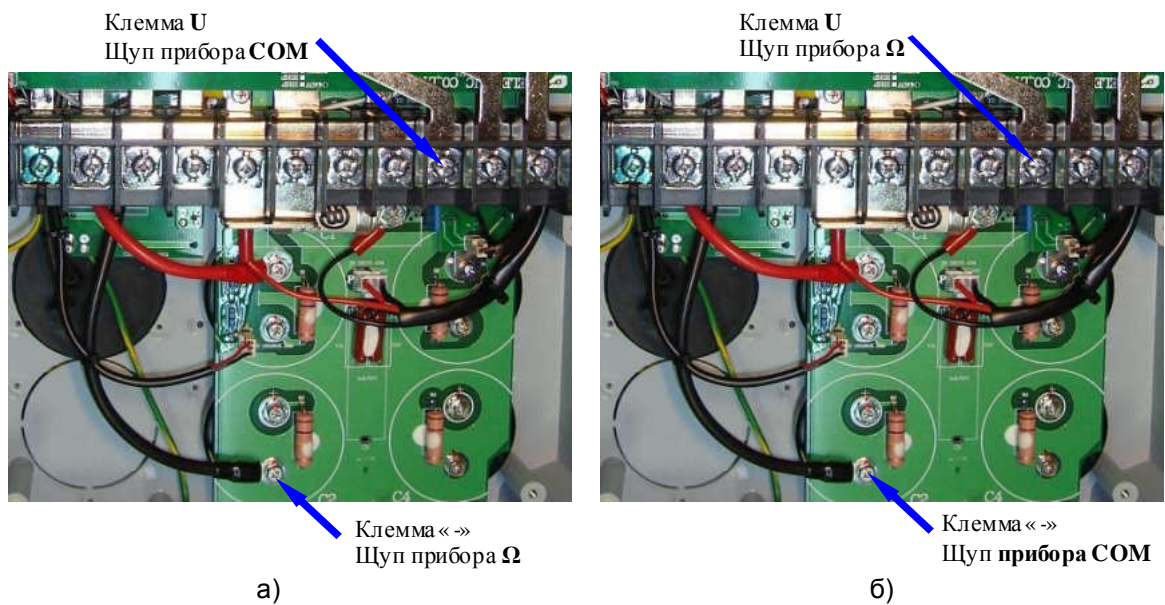

Рис.4.12. Диагностика модуля IGBT относительно клеммы «-».
4.8.4. Аналогично п. 4.8.2 проверить выходные цепи «-»-U, «-»-V, «-»-Wи «-»-PR (защитный диод ключа торможения) в соответствии с рис.4.12. Показания прибора в цепях в цепях «-»-U, «-»-V, «-»-Wпри прямой проводимости не должны отличаться более чем на 10%. Модуль, не удовлетворяющий этому требованию, считается неисправным.
Расположение клеммы «->» показано на рис.4.12,